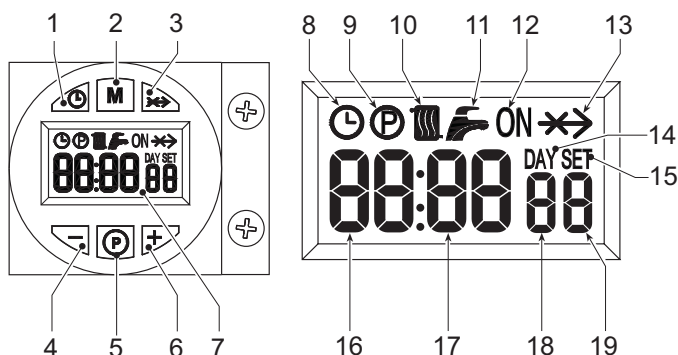

рис. 1 - Панель управления
Запрос на розжиг (вызываемый замыканием контакта на клеммах 7-8 (см. рис. 13), в условиях стандартных настроек) сопровождается загоранием символа радиаторной батареи (поз. 10 - рис. 1).
1. Нажмите на кнопку установки дня/времени (поз. 1 - рис. 1).
2. На дисплее (поз. 7 - рис. 1) мигают символы ЧАСОВ и ДНЯ: задайте день недели с помощью кнопок + и - (поз. 4 и 6 - рис. 1), принимая во внимание, что 1=понедельник, 7=воскресенье. Подтвердите введенный день нажатием кнопки для установки дня/времени (поз. 1 - рис. 1).
3. На дисплее (поз. 7 - рис. 1) мигают две цифры ТЕКУЩЕГО ВРЕМЕНИ (В ЧАСАХ) и символ ЧАСОВ: задайте точное время в часах с помощью кнопок + и - (поз. 4 и 6 - рис. 1), от 00 до 23. Подтвердите введенное время нажатием кнопки для установки дня/времени (поз. 1 - рис. 1).
4. На дисплее (поз. 7 - рис. 1) мигают две цифры ТЕКУЩЕГО ВРЕМЕНИ (В МИНУТАХ) и символ ЧАСОВ: задайте точное время в минутах с помощью кнопок + и - (поз. 4 и 6 - рис. 1), от 00 до 59. Подтвердите введенные минуты нажатием кнопки для установки дня/времени (поз. 1 - рис. 1). Работа системы отопления в Автоматическом режиме, Ручном режиме On, Ручном режиме Off
Нажатием на кнопку выбора рабочего режима (поз. 2 - рис. 1) можно задать:
1. автоматический режим работы, на дисплее (поз. 7 - рис. 1) появится символ ЧАСОВ. Запрос на активацию и деактивацию горелки зависит от заданной недельной программы. В заданный временной диапазон на дисплее (поз. 7 - рис. 1) отображается также символ ON.
2. В ручном режиме On на дисплее (поз. 7 - рис. 1) отображается только символ ON. Горелка постоянно включена
3. В ручном режиме Off на дисплее (поз. 7 - рис. 1) не отображается ни символ ON, ни символ ЧАСОВ. Горелка выключена
Можно заранее задать недельную программу в 3 временных диапазонах включенного режима ON и 3 временных диапазонах выключенного режима OFF: они будут одинаковы для каждого дня недели. В запрашиваемом временном диапазоне (поз. 7 - рис. 1) отображается символ ON.
1. Нажмите на кнопку Программирование "P" (поз. 5 - рис. 1)
2. Выберите день для программирования с помощью кнопок + и - (поз. 4 и 6 - рис. 1):
3. Нажмите на кнопку программирования "P" (поз. 5 - рис. 1):
- С помощью кнопок + и - (поз. 4 и 6 - рис. 1) можно изменить начало 1-го временного диапазона режима ON; например, 06:00Нажмите на кнопку Программирования "P" (поз. 5 - рис. 1)
- С помощью кнопок + и - (поз. 4 и 6 - рис. 1) можно изменить начало 1-го временного диапазона режима ON; например, 09:00Нажмите на кнопку Программирования "P" (поз. 5 - рис. 1)
- С помощью кнопок + и - (поз. 4 и 6 - рис. 1) можно изменить начало 2-го временного диапазона режима ON; например, 12:30Нажмите на кнопку Программирования "P" (поз. 5 - рис. 1)
- С помощью кнопок + и - (поз. 4 и 6 - рис. 1) можно изменить начало 2-го временного диапазона режима OFF; например, 14:00Нажмите на кнопку Программирования "P" (поз. 5 - рис. 1)
- С помощью кнопок + и - (поз. 4 и 6 - рис. 1) можно изменить начало 3-го временного диапазона режима ON; например, 16:00Нажмите на кнопку Программирования "P" (поз. 5 - рис. 1)
- С помощью кнопок + и - (поз. 4 и 6 - рис. 1) можно изменить начало 3-го временного диапазона режима OFF; например, 23:30Нажмите на кнопку Программирования "P" (поз. 5 - рис. 1)
11. Нажмите на кнопку программирования "P" (поз. 5 - рис. 1) на 3 секунды, чтобы выйти из режима программирования.
Доступ в меню параметров осуществляется нажатием кнопки программирования "M" (поз. 2 - рис. 1) в течение 5 секунд. На дисплее отображается параметр "u01": обозначенный SET 01. При нажатии на кнопку "P" (поз. 5 - рис. 1) можно просмотреть список параметров.
Для изменения значения параметров используются кнопки + и - (поз. 4 и 6 - рис. 1). сохранение изменения происходит автоматически После изменения параметра необходимо подождать 3 секунды: мигающее значение вносится в память.
Для выхода из меню нажмите кнопку выбора режима работы "M" (поз. 2 - рис. 1) в течение 5 секунд
Доступ в меню параметров осуществляется нажатием кнопки программирования "P" (поз. 5 - рис. 1) в течение 10 секунд. На дисплее отображается параметр "t01": обозначенный SET 01. Нажатием на кнопку "P" (поз. 5 - рис. 1) можно просмотреть список параметров.